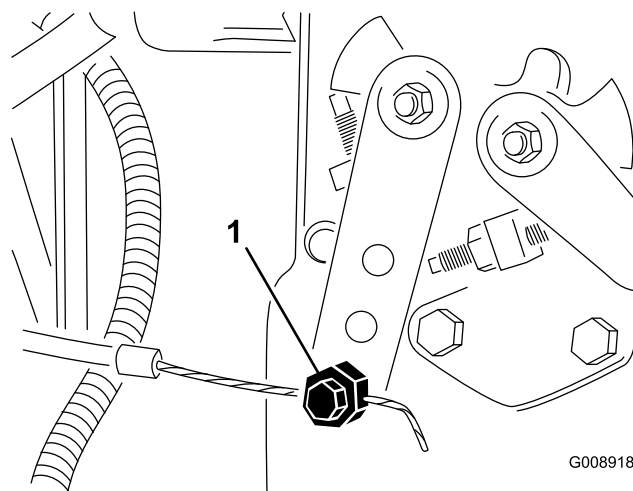

Figura 68
2. Afloje el conector del cable del acelerador en la palanca de la bomba de inyección (Figura 68).